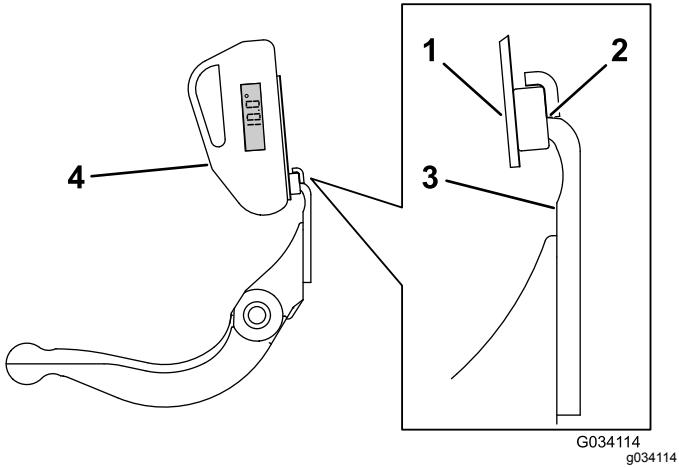

Рисунок 28
3. Установите крепление индикатора угла на кромке неподвижного ножа так, чтобы кромка магнита совпадала с кромкой неподвижного ножа (Рисунок 28).
4. Установите индикатор угла на крепление, как показано на Рисунок 28.